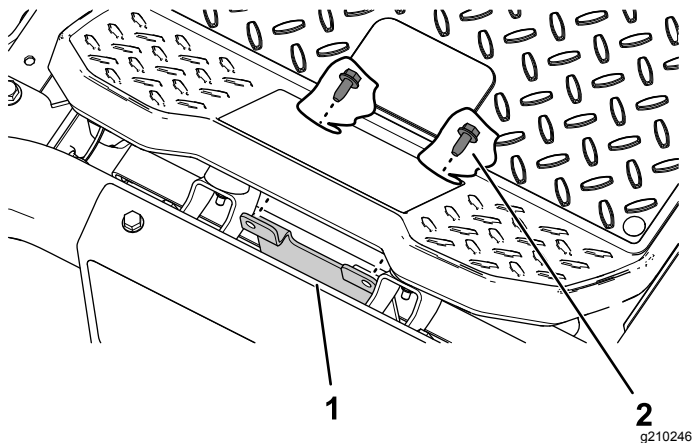

Figure 2
2. Si votre machine est équipée d'une **plate-forme MyRide™**, fixez le support d'éclairage avant à l'aide des 2 vis autotaraudeuses (5/16" x 3/4") retirées précédemment, comme montré à la Figure 2.